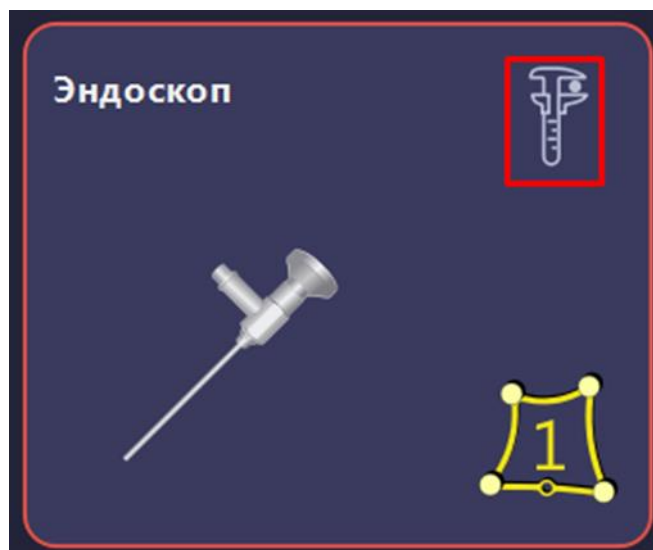

Рисунок 157 – Выбор режима калибровки
2. Вызвать меню калибровки с помощью длительного или двойного нажатия на синюю кнопку педали, либо с помощью нажатия на кнопку «Калибровка инструмента» в блоке выбранного инструмента (рисунок 157).